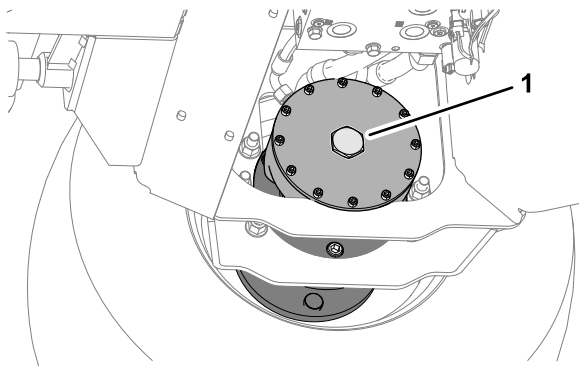

Figure 41
2. Remettez en place le bouchon hexagonal dans la plaque d'extrémité du moteur (Figure 41).